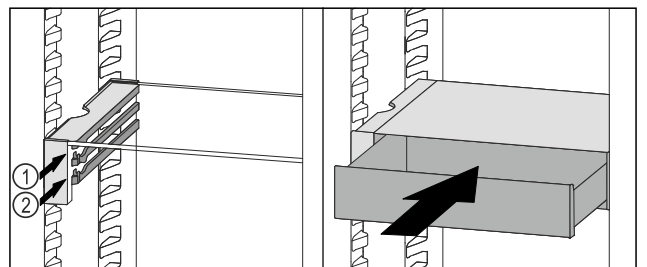

Fig. 123
- ▶ VarioSafe-Schubfach hinter den Stopperrn auf gewünschter Rippe Fig. 123 (1) oder Fig. 123 (2) aufsetzen.